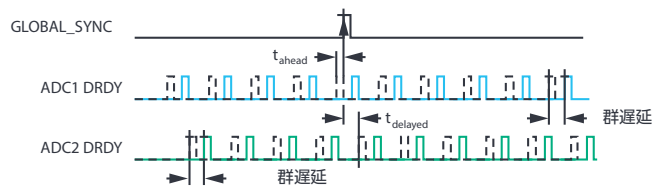

図9. 各ADCのサンプリング・タイミングとGlobal_SYNCとの時間差の定量化（群遅延が既知の場合）
- ▶ サンプリングのタイミングとGlobal_SYNCの間にずれがある場合には、図9に示すように、コントローラによってその時間差 (t_{ahead} または $t_{delayed}$) が定量化されます。
- ▶ サンプリングのタイミングと Global_SYNC の受信タイミングの間にずれがある場合には、ローカル・コントローラによってその時間差 (t_{ahead} または $t_{delayed}$) が定量化されます（図 9）。